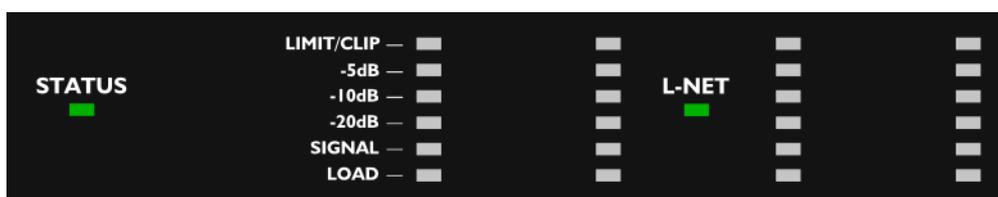

Figure 15 : LED STATUS et L-NET
- vert (voir la Figure 15) quand le LA4X fonctionne normalement.
La LED **L-NET** est allumée en vert (voir la Figure 15) quand le LA4X est piloté à distance par un logiciel tel que LA NETWORK MANAGER (voir le **LA NETWORK MANAGER video tutorial**).